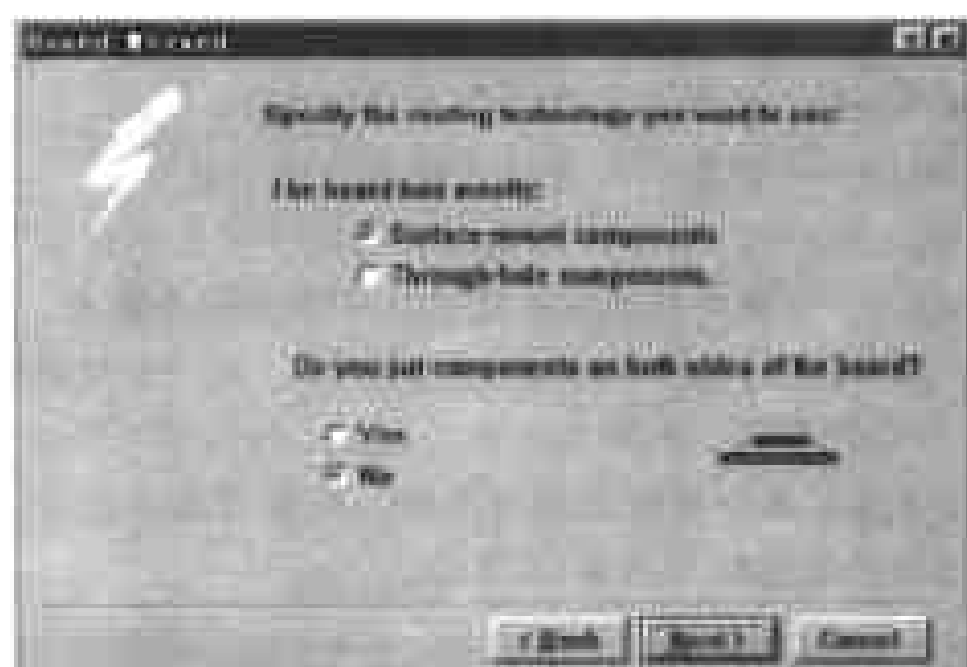

图 8-12 指定元件形式的对话框
(13) 因为设定的是双面板, 因此在此对话框中提供了两个单选钮: Thruhole Vias only(穿透式过孔)和 Blind and Buried Vias only(隐藏式或半隐藏式过孔), 供用户设置电路板上过孔的形式, 默认的设置是 Thruhole Vias only。单击 Next 命令按钮, 打开下一个对话框, 如图 8-12 所示。